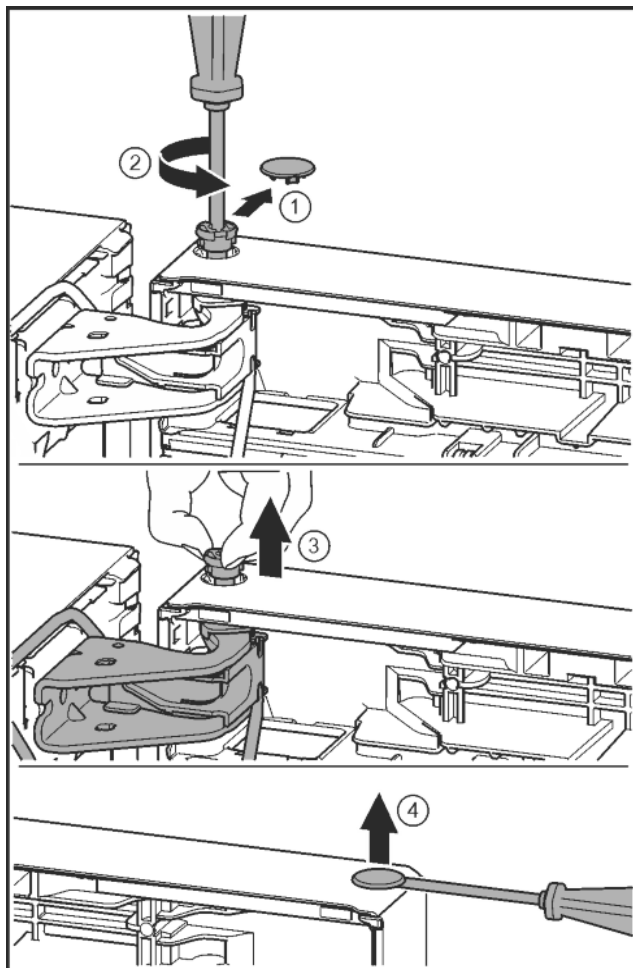

Fig. 23
- ▶ Sicherungsabdeckung vorsichtig abziehen. *Fig. 23 (1)*
- ▶ Bolzen mit Schraubendreher T15 ein Stück herausdrehen. *Fig. 23 (2)*
- ▶ Tür festhalten und Bolzen mit den Fingern herausziehen. *Fig. 23 (3)*
- ▶ Stopfen aus der Tür Lagerbuchse vorsichtig mit einem Schlitzschraubendreher anheben und herausziehen. *Fig. 23 (4)*